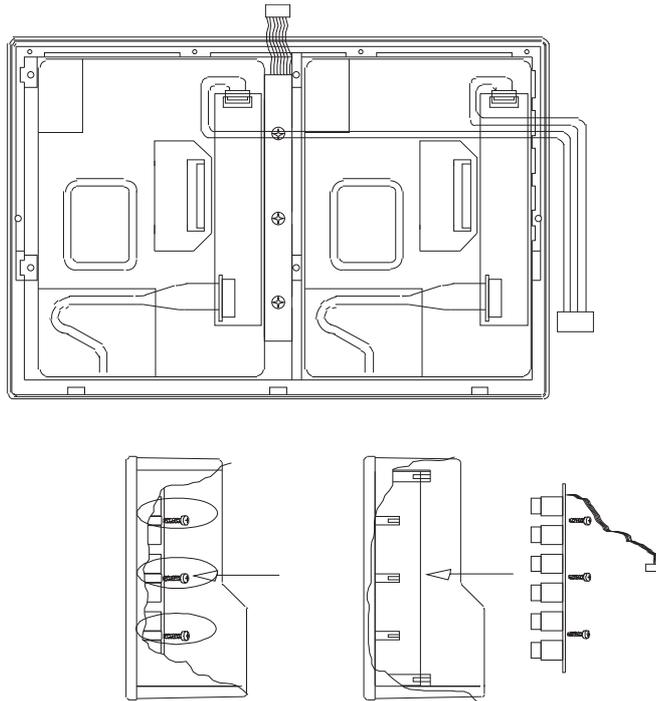

Bild D 8-19 : Einsetzen des Tastenprints
12. Setzen Sie den Tastenprint in die Displayeinheit ein und befestigen Sie die Platine (Bild D 8-19).